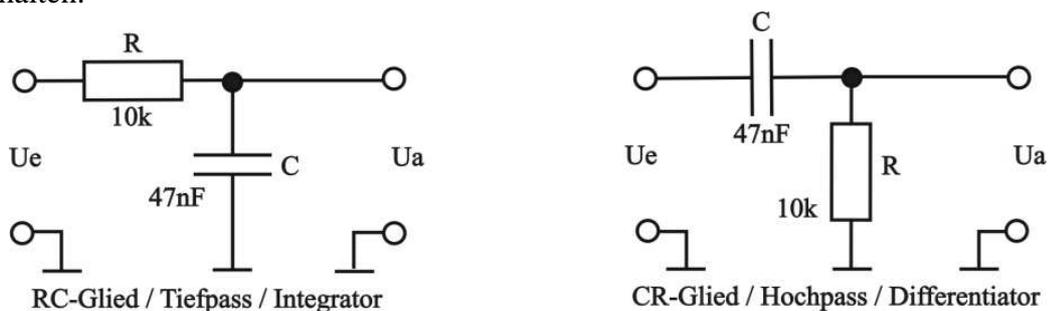

Abb.1 Schaltbild RC- u. CR-Glied
3.1.1 Bauen Sie nacheinander beide Schaltungen nach Abb.1 auf. Verwenden Sie die Bauelementewerte in der dort angegebenen Schaltung (  $R=10k$   $C=47nF$  ).